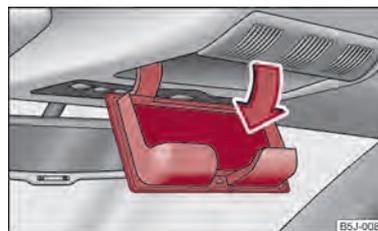

Fig. 66 Escotadura del revestimiento interior del techo: Compartimento guardagafas
- Presione la tapa del compartimento guardagafas; éste se abrirá hacia abajo ⇒ fig. 66.